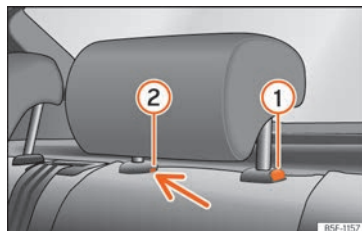

Abb. 71 Kopfstütze hinten: Ausbau.
- Drücken Sie die Taste » » (Abb. 71) ① sowie gleichzeitig mit einem Schlitzschraubendreher (Breite max. 5 mm) in die Öffnung der Verriegelung ② und ziehen Sie die Kopfstütze heraus.